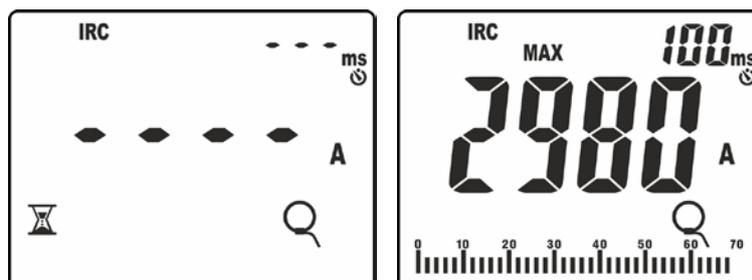

Fig. 43: Reconhecimento do evento corrente de pico
8. Premir o botão **GO/HOLD** para ativar a função. O instrumento coloca-se à espera do reconhecimento do evento (valor medido superior ao patamar fixo do impulso igual a **1%FS pinça: ex 30A para FS = 3000A**) mostrando o símbolo “” no display (ver Fig. 43 – parte esquerda) com emissão de um som intermitente cada 2s
9. Ao reconhecimento do evento **a medição termina automaticamente** e o instrumento apresenta no display principal o valor **Max RMS** calculado no tempo de avaliação de **100ms** (por defeito) assinalado no display secundário (ver Fig. 43 – parte direita), ~~com emissão de um duplo som~~